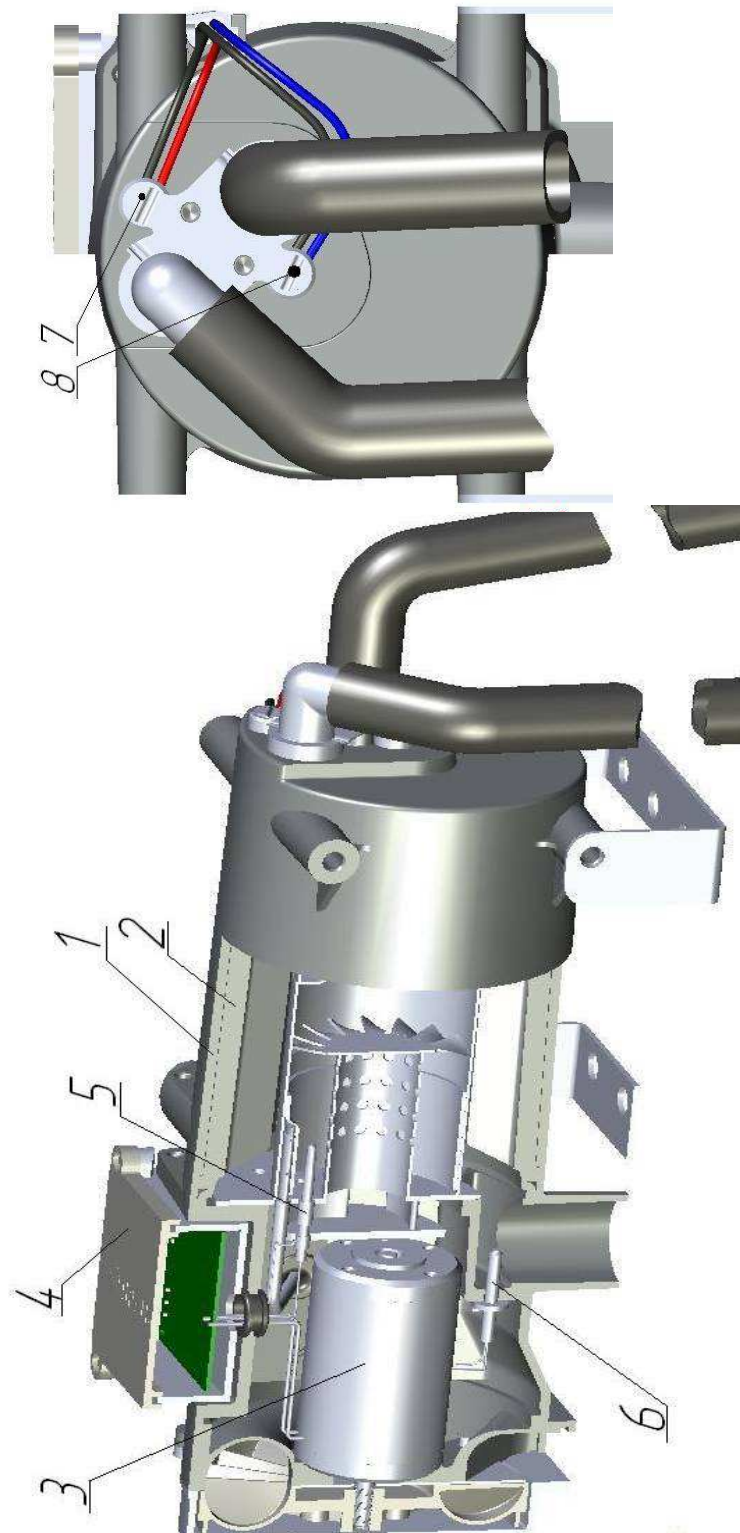

Рис. 2 Основные узлы жидкостного подогревателя «ПРАМОТРОНИК 16ЖД-24»
4.5 Подогреватель является автономным нагревательным устройством и состоит из следующих основных узлов (рис.2):